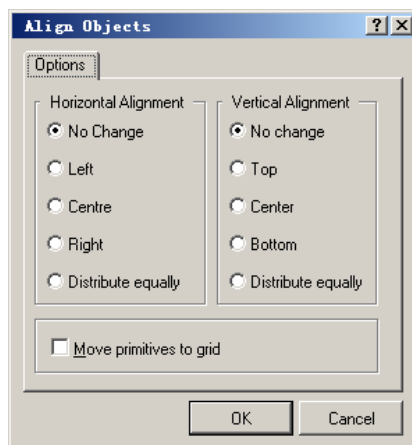

图 3.26 “Align Objects”对话框
- (1) 选中所有需要再排列的图元对象。
- (2) 在主菜单中选择“Edit”->“Align”->“Align”命令，打开如图 3.26 所示的“Align Objects”对话框。